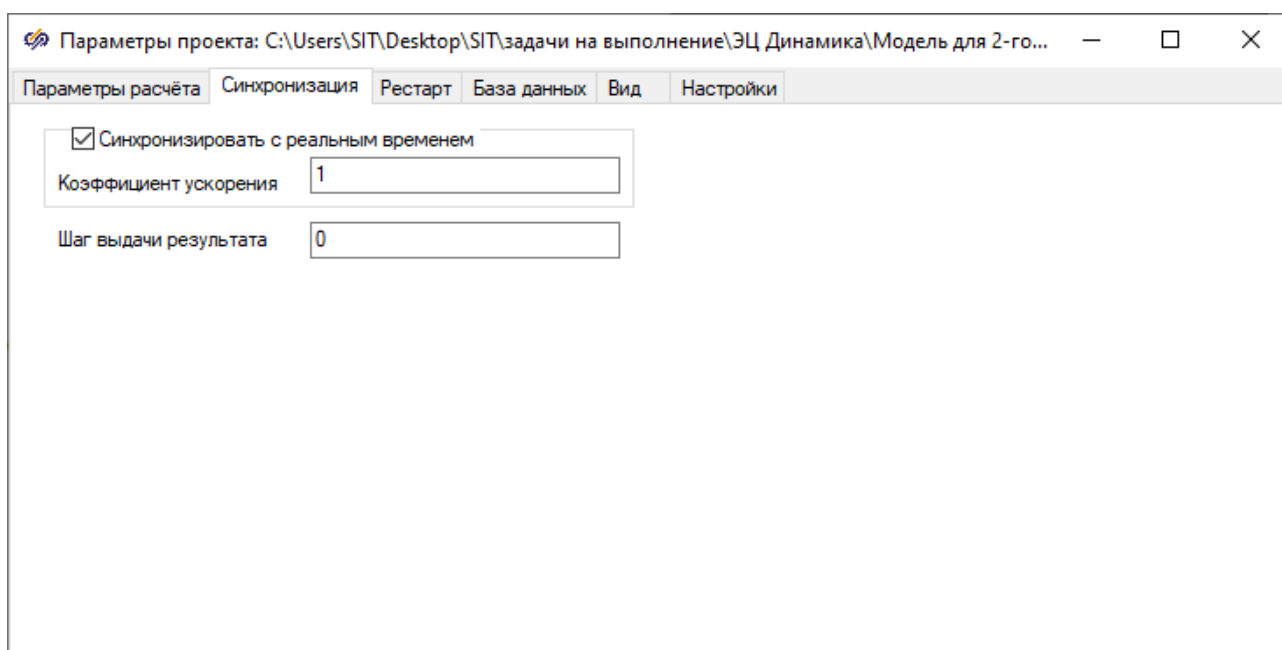

Рисунок 5.7.2. Окно «**Параметры проекта**» – вкладка «**Синхронизация**» – активация пункта «**Синхронизировать с реальным временем**».
3) Перейдите на вкладку «**Синхронизация**» и активируйте пункт «**Синхронизировать с реальным временем**» (Рисунок 5.7.2).